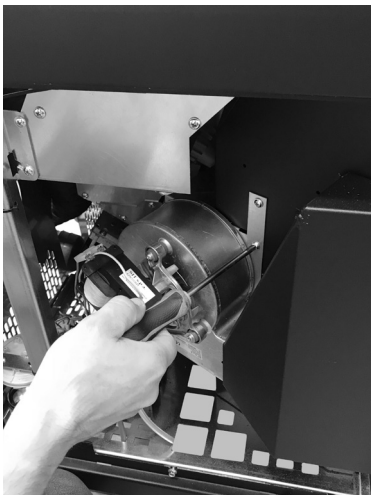
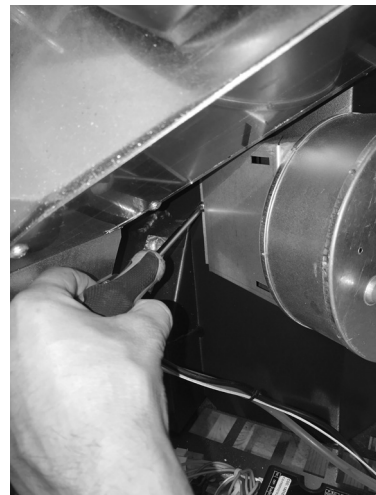

Fig. 37 - Retirer les vis
Fig. 38 - Retirer la vis
- Retirer les 4 vis de fixation du ventilateur gauche (voir **Fig. 37** et **Fig. 38**).